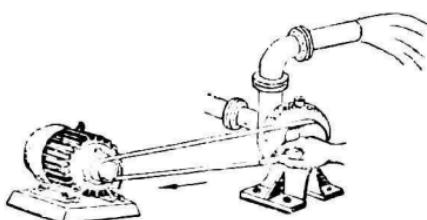

图 3—10 皮带上蜡
4.用皮带传动时，应保持皮带工作面的清洁，不使受潮，皮带打滑时，要及时上一些皮带蜡（图 3—10）。